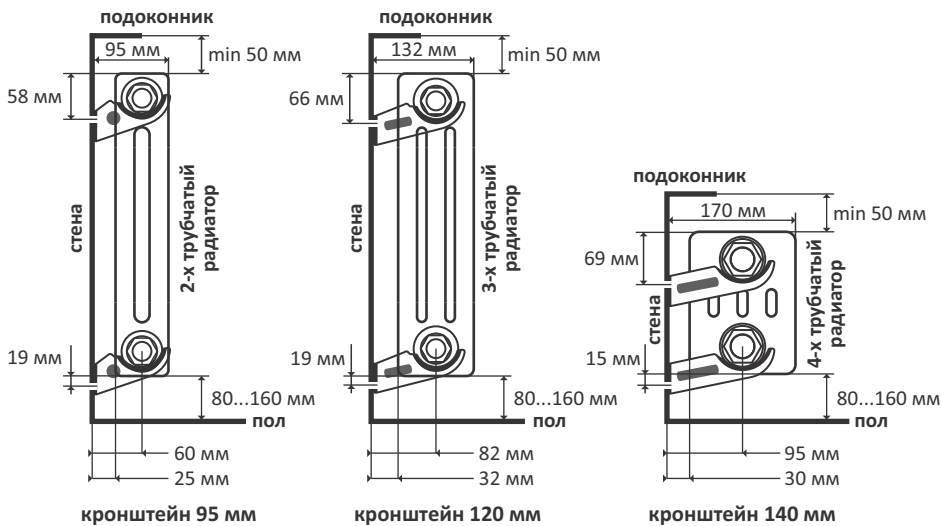

Рисунок 4 - Основные расстояния при монтаже
4.4. При установке радиатора рекомендуется выдерживать следующие расстояния (см. рисунок 4):